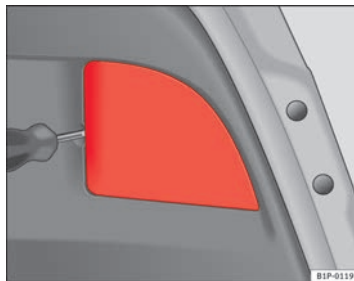

Fig. 171 Luces en el portón
- Retire la tapa con ayuda de un destornillador ⇒ fig. 171.